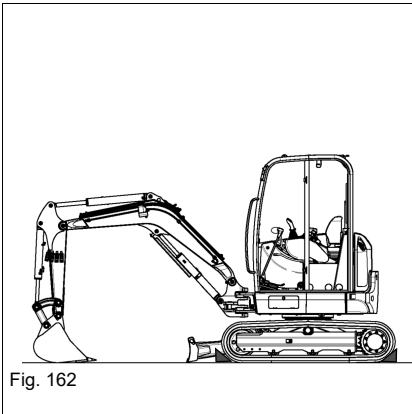

Fig. 162
10. Placer des cales pour empêcher que la machine se déplace (voir la Fig. 162).